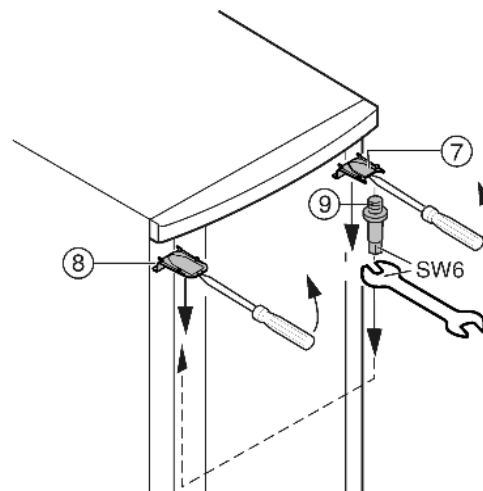

Fig. 7
- Oben Abdeckung Fig. 7 (7) und Abdeckung Fig. 7 (8) mit einem Schraubendreher vorn ausrasten und schräg nach unten entfernen.
- Lagerbolzen Fig. 7 (9) herausdrehen und auf der Gegenseite **fest (mit 4 Nm)** eindrehen.
- Abdeckung Fig. 7 (7) auf der Seite des Lagerbolzens wieder montieren: hinten einsetzen, vorn einrasten.
- Abdeckung Fig. 7 (8) auf der Gegenseite montieren: hinten einsetzen, vorn einrasten.
- Tür oben in Lagerbolzen *Fig. 7 (9)* einhängen.